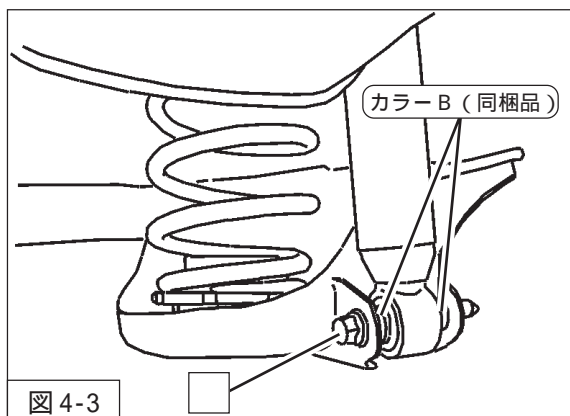

図 4-3
5. P6「ダンパーASSY構成図」を参考に、アッパーゴムシート(純正部品) リアスプリング(同梱品) ライドライトアジャスターASSY(同梱品) ロアゴムシート(純正部品) を車両に取付けてください。(図4-3)
6. カラーB(同梱品) ダンパーロア取付ボルト・ナット(締付トルク:90N・m)を取付けてください。(図4-3)